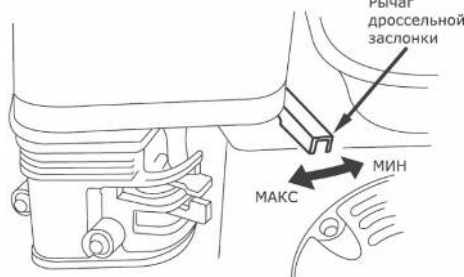

Рис. 9
5. Поверните рычаг дроссельной заслонки на $\frac{1}{2}$ хода в сторону положения «**Макс**» (Рис. 9).